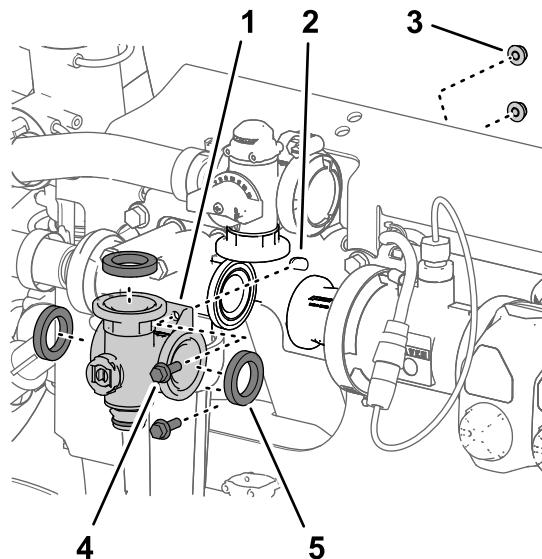

**Figura 108**
1. Rimuovete il perno di collegamento rapido che fissa l'accoppiatore rapido del flessibile dell'agitatore al collettore della valvola dell'agitatore (Figura 108).
2. Rimuovete i 3 morsetti flangiati che fissano il collettore della valvola dell'agitatore alle flange della testa del filtro della pressione e dell'adattatore di accoppiamento (Figura 108).